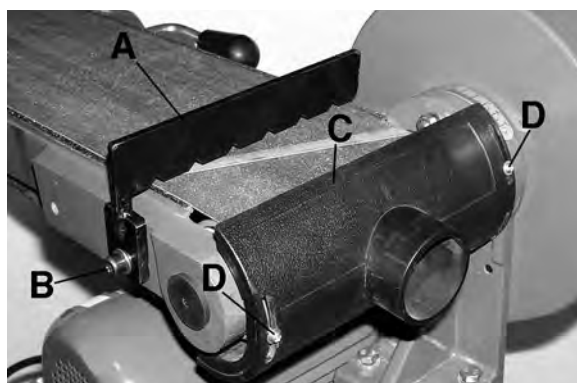

Figure 19
3. Retirez la butée d'arrêt (A) Fig.19 en dévissant le boulon à tête cylindrique (B) et ensuite retirez la sortie de poussière de la courroie (C) en dévissant les 2 vis à tête bombée (D).